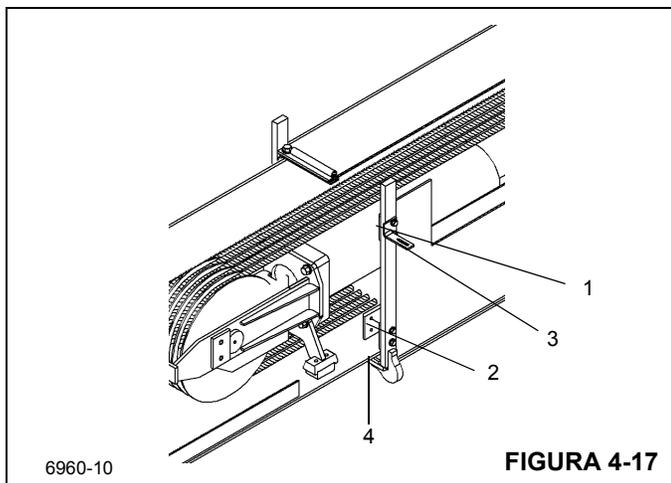

FIGURA 4-17
9. Remova os parafusos que fixam cada placa de desgaste lateral superior (1) e inferior (2) (Figura 4-17) na parte frontal da seção intermediária externa. Remova as placas de desgaste, os calços e a cantoneira de montagem (3) (apenas lado superior esquerdo).
10. Eleve a parte frontal do conjunto da seção volante e remova as placas de desgaste (4) (Figura 4-17) das cavidades na parte inferior da seção intermediária externa.